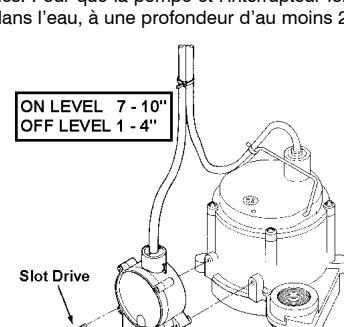

Figure 2.
2. For installation on Little Giant® Model 6-CIM-R, 6000M-R, 6-CBM-R, or 6000BM-R pump, refer to Figure 2. Attach the RS-5 directly to the Model 6 Series pump housing using the two slot drive screws provided, as shown in Figure 2. Use the cable ties provided to secure the power cords together. To ensure proper operation of pump and switch, place pump on a solid surface in water at least 1" deep.
2. Pour installer l'appareil sur une pompe 6-MSP Little Giant® de modèle 6-CIM-R, 6000M-R, 6-CBM-R ou 6000BM-R, se référer à la Figure 2. Fixer directement le RS-5 à l'enveloppe de ces pompes de modèle 6 à l'aide de fausses vis à deux fentes, tel qu'illustré à la Figure 2. Rassembler les cordons d'alimentation à l'aide des colliers de serrage fournis. Pour que la pompe et l'interrupteur fonctionnent correctement, placer la pompe sur une surface solide, dans l'eau, à une profondeur d'au moins 2,5 cm (1 po).